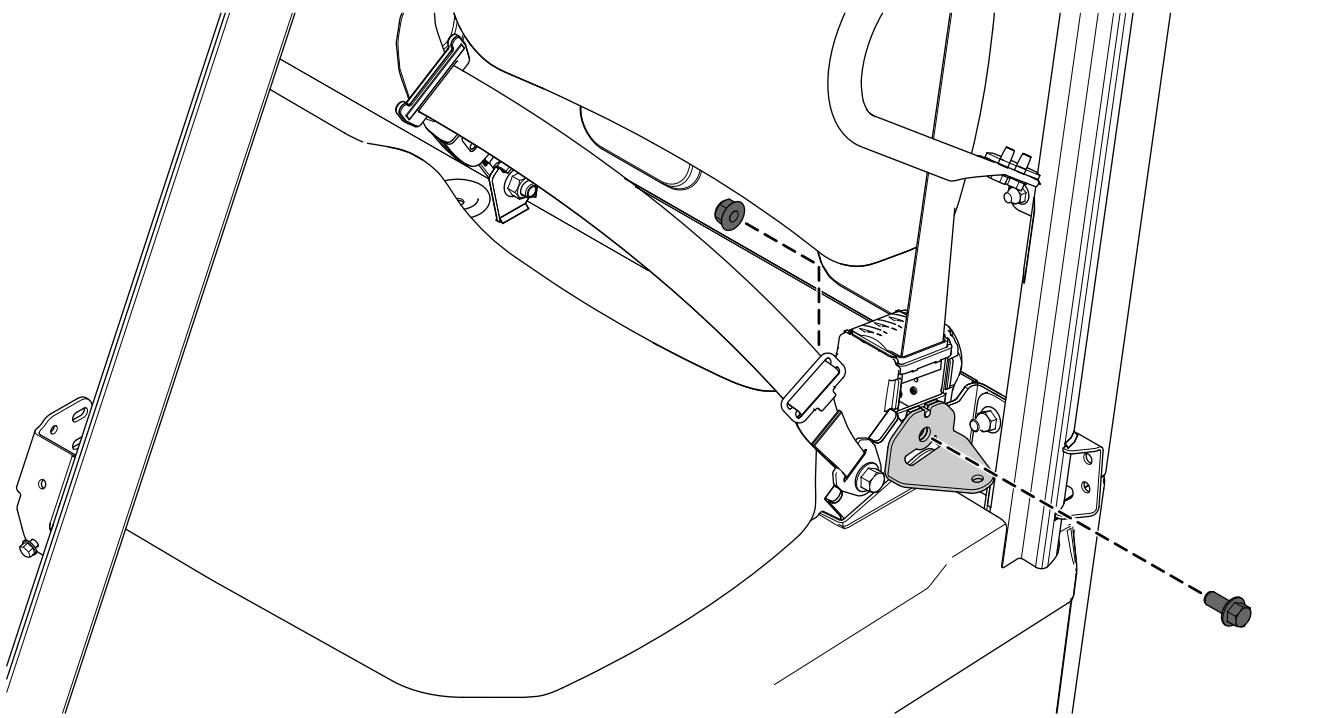

Bild 3
2. Befestigen Sie die linke Türstrebenthalerung mit der zuvor entfernten Bundkopfschraube (7/16" x 1") und der Sicherungsmutter (7/16") an der Sicherheitsgurthalterung (Bild 3).